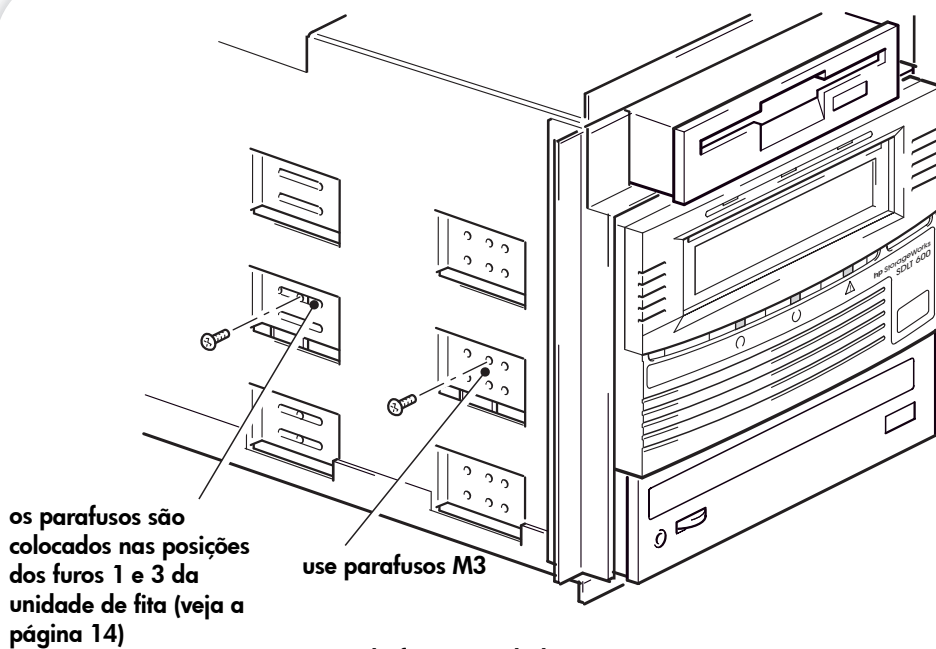

Figura 8b: fixar a unidade sem acessórios de montagem
- 1 Use os parafusos M3 fornecidos com a unidade de fita para fixá-la no lugar. Verifique se os orifícios do chassi estão alinhados com os orifícios nas laterais da unidade e use uma chave de fenda Philips para fixar os parafusos M3, conforme mostra a Figura 8b. Posicione os parafusos de forma a encaixá-los nos furos à direita da unidade de fita (furos 1 e 3).